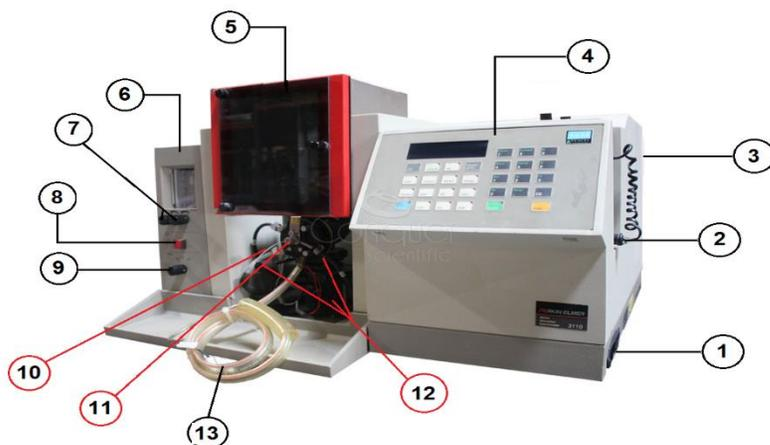

Imagen 1. Equipo de Absorción Atómica PERKIN ELMER modelo 3110. Vista Frontal
- Cierre gases, gire la perilla de apertura o cierre de Acetileno/aire (Imagen 1, componente 9) a la posición "Off" y deje enfriar la cabeza del quemador.